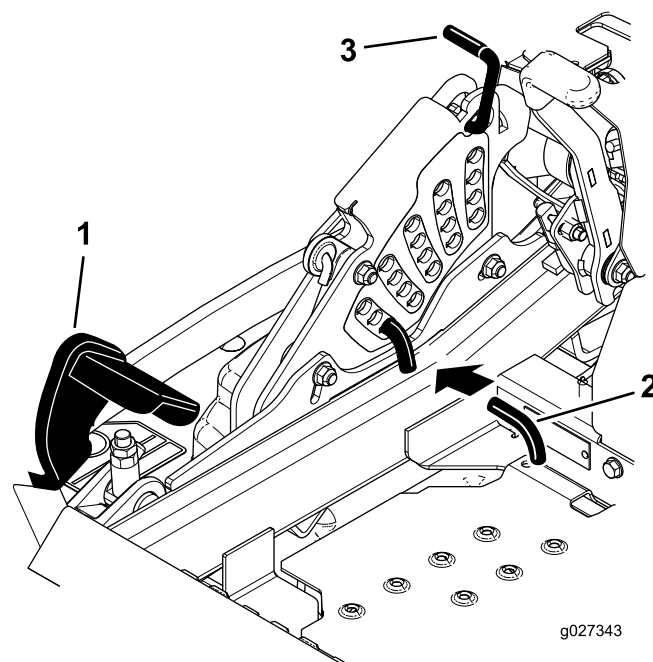

Figure 27
2. Appuyez sur la pédale de relevage du tablier avec le pied et relevez le tablier en position de transport (qui est aussi la position de hauteur de coupe de 140 mm [5-1/2 po]), comme montré à la Figure 27.
3. Pour changer de hauteur de coupe, retirez la goupille fendue et l'axe de chape du support de hauteur de coupe (Figure 27).
4. Placez la goupille dans le trou du support correspondant à la hauteur de coupe voulue (Figure 27).